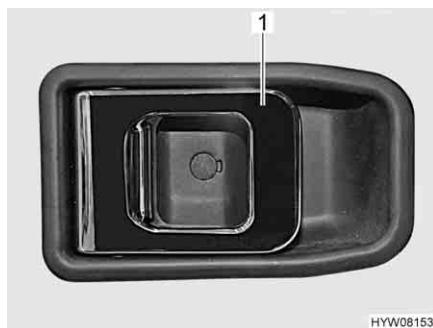

Fig. 49 Serratura della porta (porta conducente/porta di ingresso, lato interno)
*Apertura:* ■ Tirare la maniglia (Fig. 49,1). La serratura della porta si sblocca o apre.
*Bloccaggio:* ■ Premere la maniglia (Fig. 49,1). La serratura della porta si blocca.